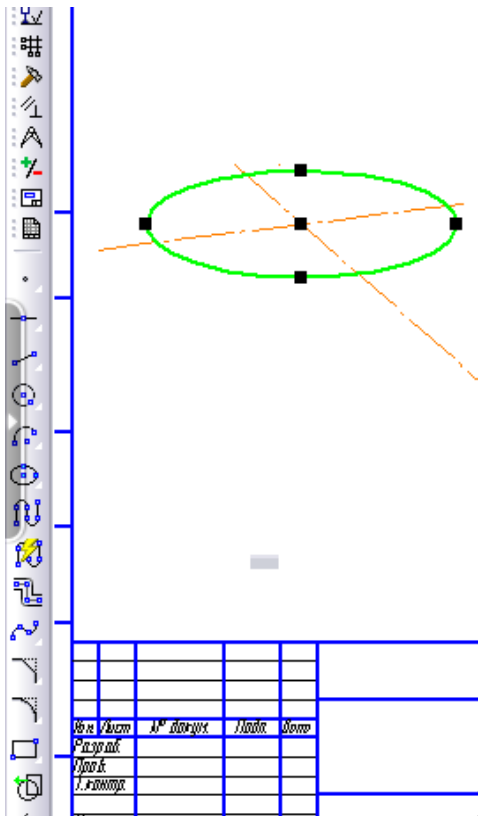

Рис. 34
11. Нажать квадратным указателем на середину эллипса (на черный квадрат) перенести его так, чтобы середина эллипса совпадала с серединой координатных осей (рисунок 34)